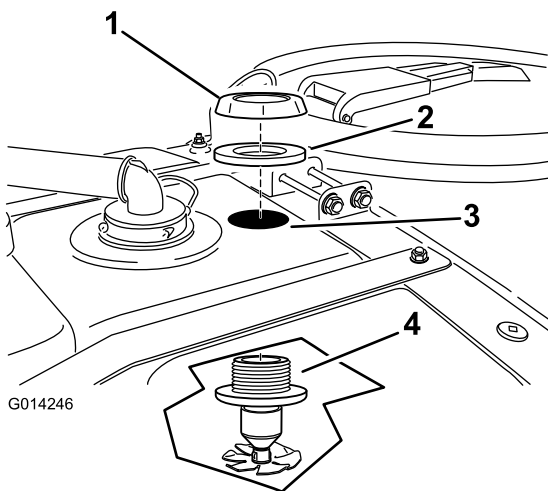

Figura 15
2. Instale um conjunto de bicos através do furo perfurado (Figura 15).
3. Instale a união do anteparo por cima das roscas expostas do conjunto dos bicos de lavagem (Figura 15).